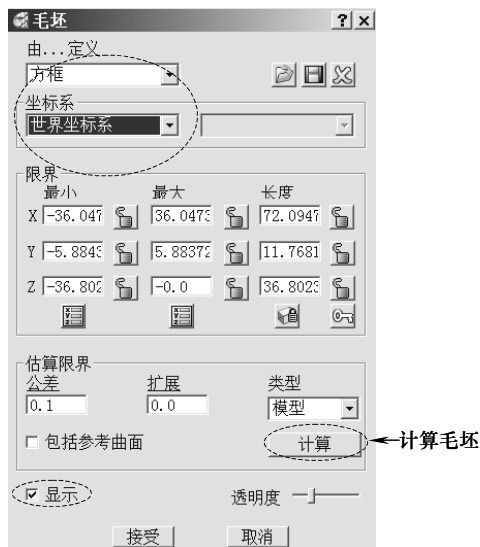
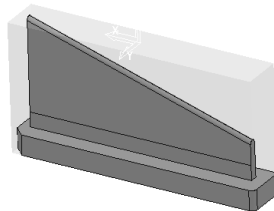

图 6-63 计算毛坯
图 6-64 毛坯
(1) 计算毛坯 在 PowerMILL “综合”工具栏中, 单击“毛坯”按钮, 打开“毛坯”表格, 按图 6-63 所示设置参数。单击“接受”按钮, 关闭该表格。计算出来的毛坯如图 6-64 所示。